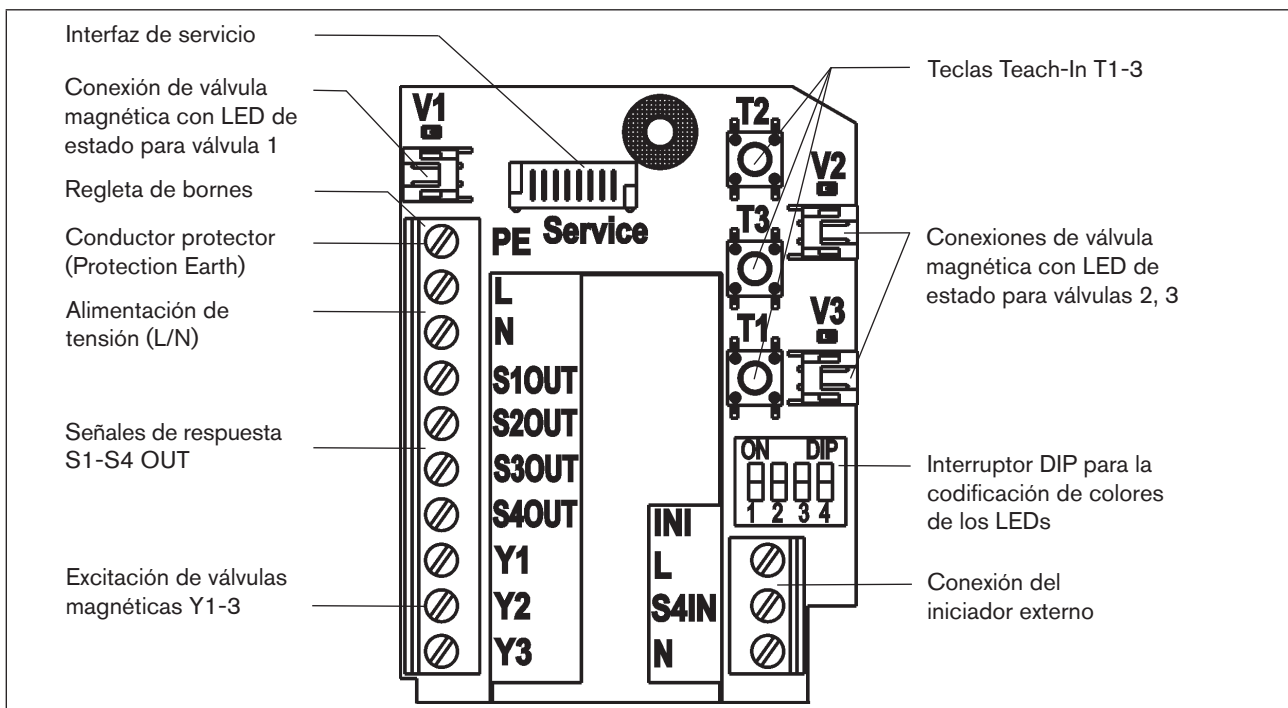

Ilustración 28: Módulo electrónico de 120 V CA
- Fijar los hilos en los bornes de conexión como se describe en las ocupaciones de conexión de "Ilustración 28".